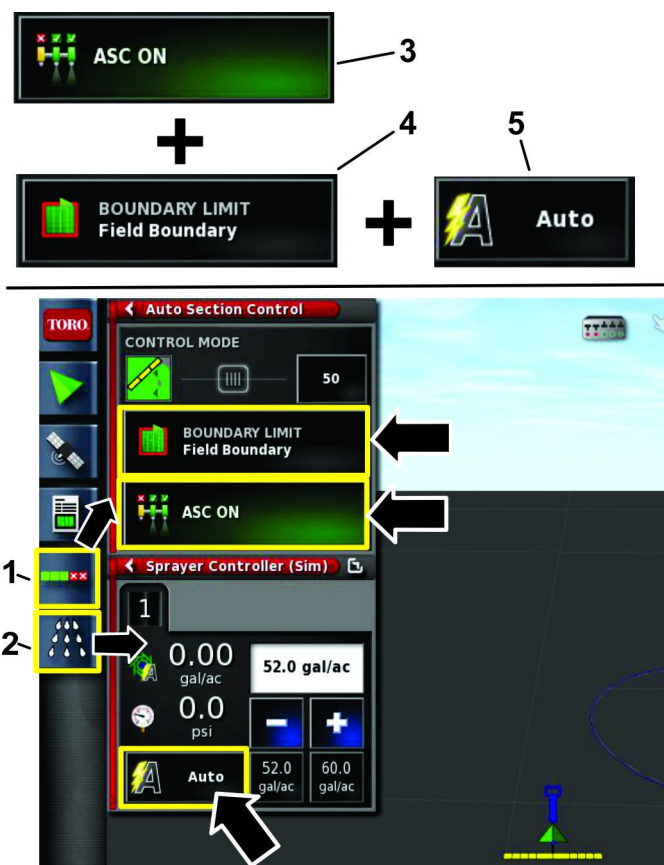

图 22
1. 选择自动喷洒段控制配置图标ASC 图标和打药车控制器图标以打开这些屏幕图 22。
2. 选择 ASC 图标的开启位置选择边界限制的场地边界位置然后选择喷洒率控制的 AUTO 自动位置图 22。